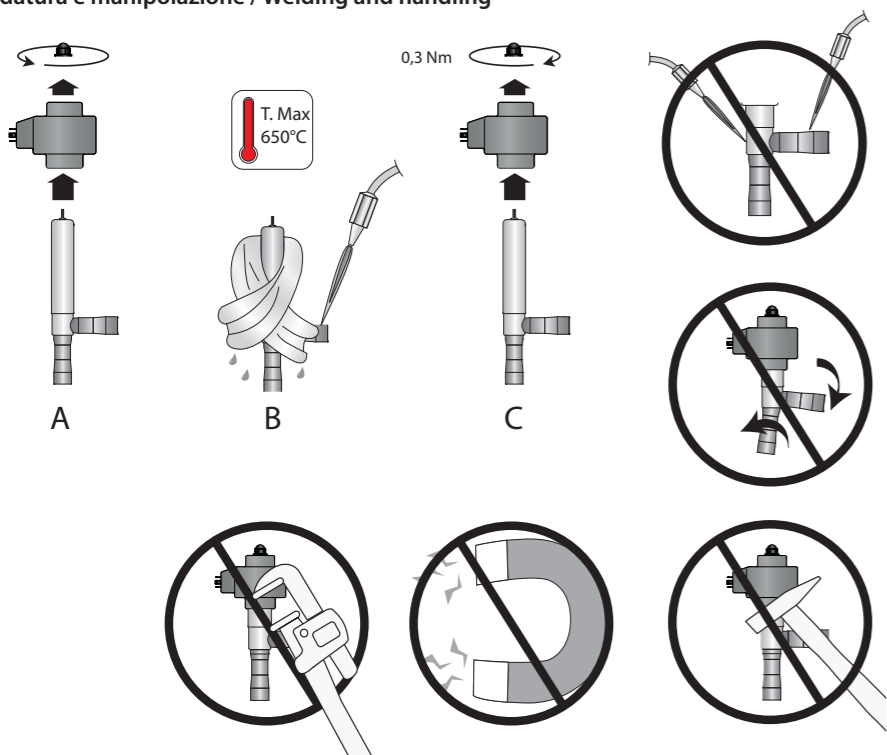

Fig.2
Le valvole E3V devono essere saldate al circuito mediante brasatura dei raccordi in rame ai tubi di uscita condensatore (IN) e d'ingresso evaporatore (OUT). Seguire la successione indicata in Fig. 2 procedendo in questo modo:
The E3V valves must be joined to the circuit by braze welding the copper fittings to the condenser outlet (IN) and evaporator inlet pipes (OUT). Proceed as indicated in Fig. 2.